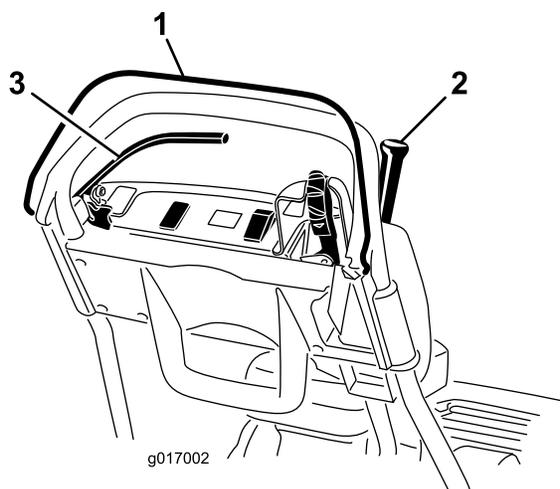

Figura 34
2. Com o CPO solto, tente acionar a alavanca de tração (Figura 34). A alavanca de tração não se deve acionar. Se a alavanca de tração se acionar, o interruptor de segurança precisa
3. Com o CPO carregado e a alavanca de tração acionada, solte o CPO (Figura 34). A alavanca de tração deve deixar de ficar acionada. Se a alavanca de tração não deixar de ficar acionada, o interruptor de segurança precisa de assistência. Corrija o problema antes da utilização.
4. Com o CPO carregado e alavanca de mudanças para a esquerda, ative a tração e a transmissão do cilindro e solte o CPO (Figura 34). A alavanca de tração deve deixar de ficar acionada. Se a alavanca de tração não deixar de ficar acionada, o interruptor de segurança precisa de assistência. Corrija o problema antes da utilização; consulte Manutenção dos interruptores de segurança de tração \(página 37\).